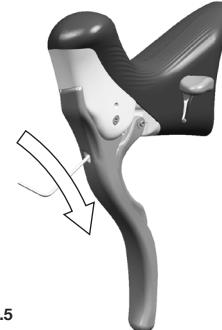
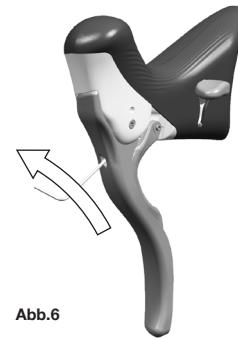

Abb.5
Abb.6
- Drehen Sie im Uhrzeigersinn, um den Hebel vom Lenker (Abb.5) wegzubewegen, oder gegen den Uhrzeigersinn, um den Hebel zum Lenker (Abb.6) anznähern.